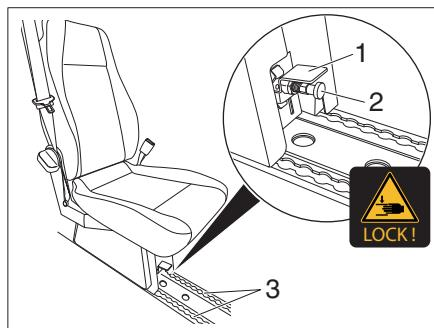

Fig. 20 Montar y desmontar asiento individual
- Tirar hacia arriba la palanca de bloqueo (Fig. 20,1).
- Levantar el asiento individual en el riel (Fig. 20,3).
- Tirar el perno de bloqueo (Fig. 20,2) y presionar hacia abajo la palanca de bloqueo (Fig. 20,1).
- Presionar suavemente del perno de bloqueo (Fig. 20,2) que hay debajo del asiento individual hacia abajo y tirar. Se suelta el bloqueo.
- Mover asiento individual (Fig. 20,2) y presionar hacia abajo la palanca de bloqueo (Fig. 20/1). El asiento individual está bloqueado.